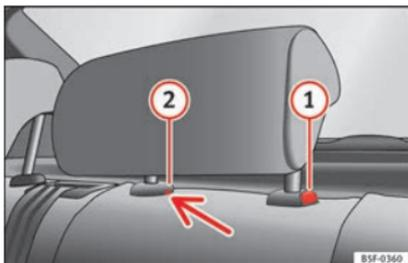

Abb. 150 Hintere Kopfstütze in der Mitte: Einstellungsstelle.
- Zum Einstellen der Kopfstütze auf eine niedrigere Höhe die Taste ① » » » Abb. 150 und diese nach unten schieben.
- Drücken Sie die Taste ① » » » Abb. 150, und gleichzeitig mit einem Schlitzschraubendreher (Breite max. 5 mm) in die Öffnung der Verriegelung ② » » » Abb. 150 und ziehen Sie die Kopfstütze heraus.